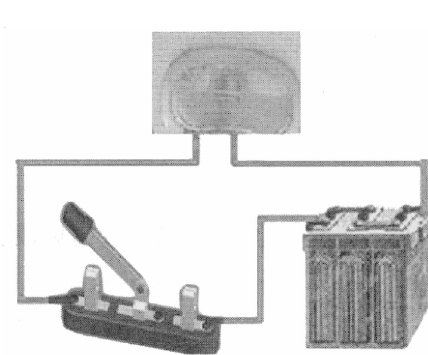
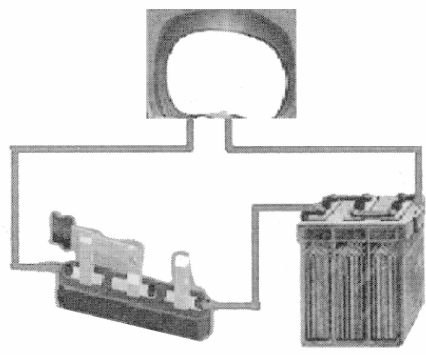

图 3-11 连接导线
图 3-12 闭合电路——灯亮
(2) 电路的安装。
① 把蓄电池、顶灯、开关按需要位置放置。
② 从蓄电池正极开始, 依次接上导线, 如图 3-11 和图 3-12 所示。